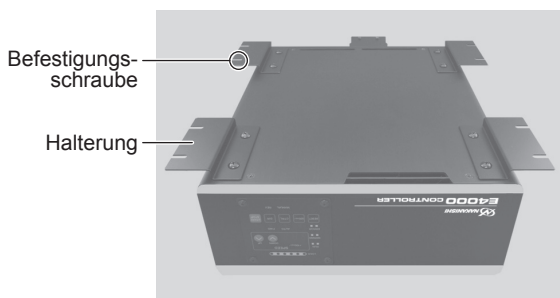

Abb. 10
- Die Halterung kann an als "(1) Bodenmontage (Abb. 10, 11)" und als "(2) Seitenmontage (Abb. 12, 13)" am CONTROLLER ausgeführt werden.
- ② Installieren Sie die Halterungen (4 Stck.) mit den entfernten Befestigungsschrauben (8 Stck) an der Unterseite des CONTROLLERS. (Abb. 10).